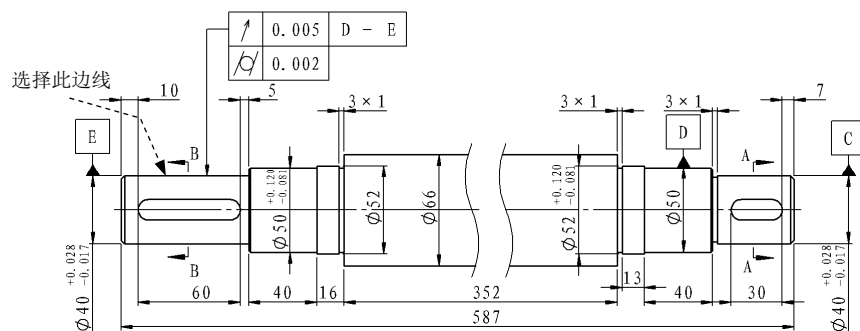

图 6.15.22 创建形位公差
(1) 选择下拉菜单 **插入(I)** → **注解(A)** → **形位公差(T)...** 命令，系统弹出“形位公差”对话框和“属性”对话框。
(2) 定义“环向跳动”形位公差。在“属性”对话框中单击 **符号** 区域的 **▼** 按钮，并在下拉列表选取“环向跳动”选项 ，在 **公差1** 文本框中输入公差值为 0.005，在 **主要** 区域单击 **▼** 按钮，在弹出的列表 **(M)** 下的文本框中输入基准“D”，在 **(L)** 下的文本框中输入基准“E”。
(3) 定义“圆柱性”形位公差。在“属性”对话框中选取 **符号** 区域 **▼** 下拉列表中的“圆柱性”选项 ，在 **公差1** 文本框中输入公差值为 0.002。
(4) 定义引线样式并放置形位公差符号。在“形位公差”对话框的 **引线(L)** 区域中依次单击 、 和  按钮，选取图 6.15.22 所示的边线以放置形位公差。
(5) 单击“形位公差”对话框中的“完成”按钮  (或单击“属性”对话框中的 **确定** 按钮)，完成标注形位公差。